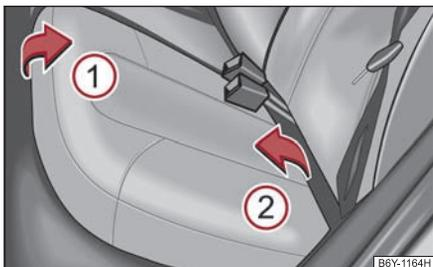

Abb. 67 Sitzfläche vorklappen
- Sitzfläche in Pfeilrichtung ① ⇒ Abb. 67 hochziehen und in Pfeilrichtung ② nach vorn klappen.